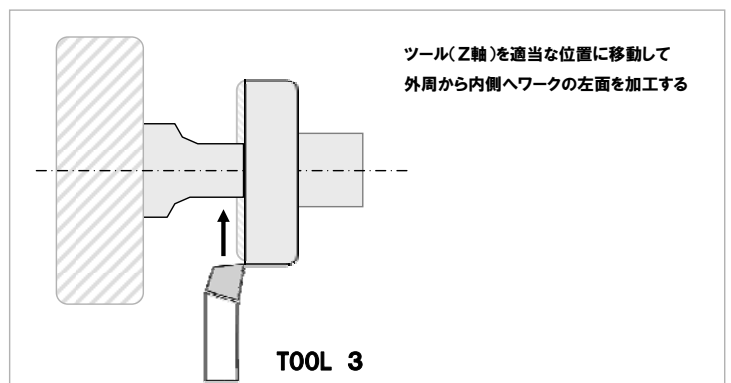

図9
- ⑬ 刃物を適当な位置に移動し、ワークの左側の面を削ります。(図9)